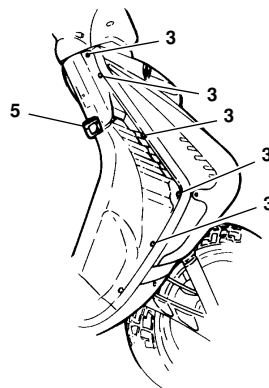

Fig. 17
- Desenroscar el tornillo (3 - Fig. 17) seis al lado derecho y seis al lado izquierdo (uno esta posicionado debajo del soporte (1 - Fig. 12).
- Desenroscar los tornillos (3 - Fig. 17) seis al lado derecho y seis al lado izquierdo.
- Sacar el gancho portabolsa (5 - Fig. 17) desenroscando los tornillos de fijacion.
- Dévisser les vis (3 - Fig. 17) 6 sur le côté droit et 6 sur le côté gauche (une est positionnée sous la plaque 1 - Fig. 11/page 17).
- Dévisser les vis (3 - Fig. 17) 6 sur le côté droit et 6 sur le côté gauche.